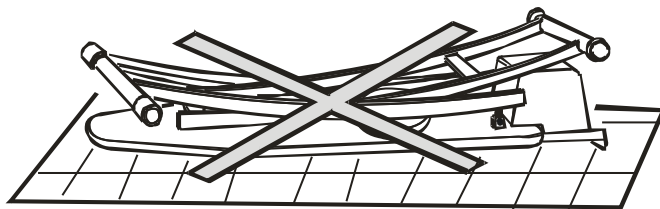
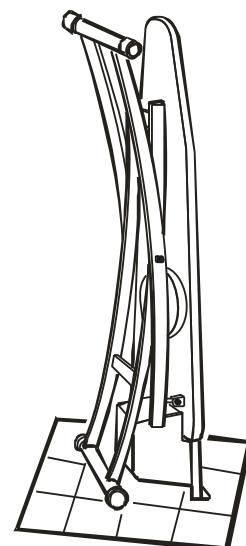

Fig. 5
Fig. 4
9. **POZOR:** pospravite Texi Smart S+B kot je prikazano (fig. 4). Nikoli ga ne pospravite narobe obrnjenega (fig. 5).